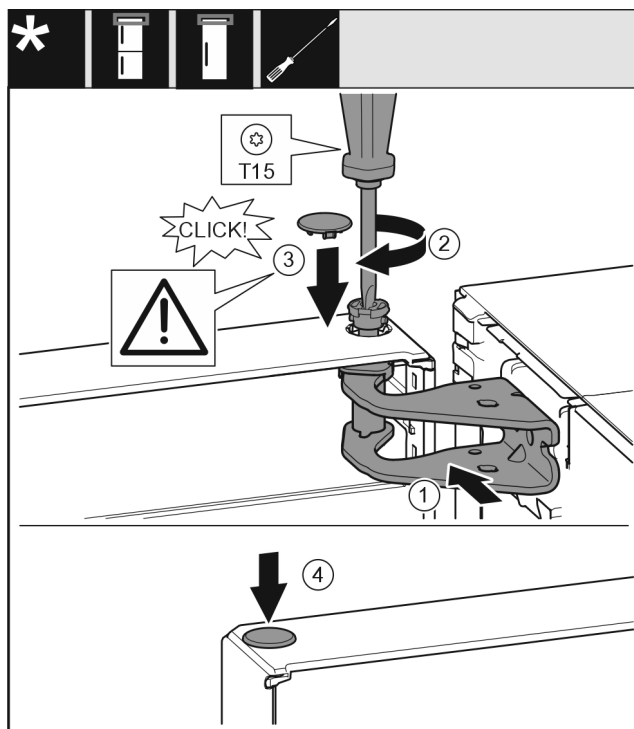

Fig. 21
- ▶ Vrata zgoraj poravnajte z odprtino v ležajnem podstavku Fig. 21 (1).
- ▶ Vstavite sornik Fig. 21 (2) in ga zategnite z izvijačem.
- ▶ Vstavite pokrov Fig. 21 (3).
- ▶ Preverite, ali pokrov Fig. 21 (3) pravilno leži na vratih.
- ▶ Vstavite pokrov Fig. 21 (4).